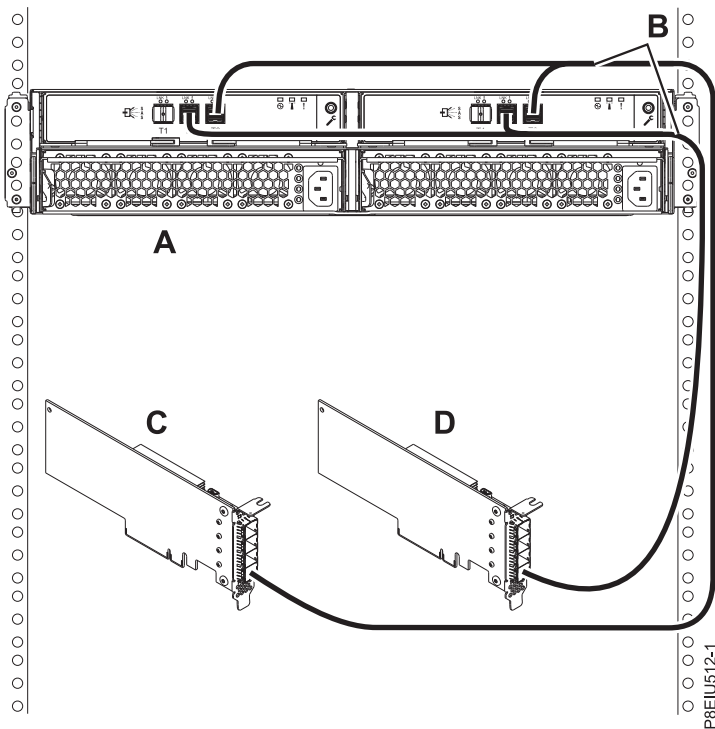

図 18. 2 つの独立 FC EJ0J SAS アダプターまたは FC EJ0M SAS アダプターへの YO12 ケーブルを使用した、1 台の ESLL ストレージ・エンクロージャーまたは ESLS ストレージ・エンクロージャーのモード 2 接続
18. 21 ページの図 18 に示すように、2 台の独立した FC EJ0J アダプターまたは FC EJ0M SAS アダプターへの YO12 ケーブル (B) を使用して 1 台のエンクロージャー (A) のモード 2 接続を実行してから、24 ページの『ケーブルと電源コードの接続およびカバーの取り付け』に進みます。